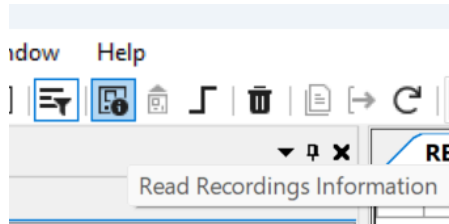

Imagen 321_Habilitación de lectura de información.
4.2.9 En la parte superior derecha observaremos una pestaña como en la imagen que se llama “Read Recordings Information”, la seleccionamos para habilitarla como en la **Imagen 321**.